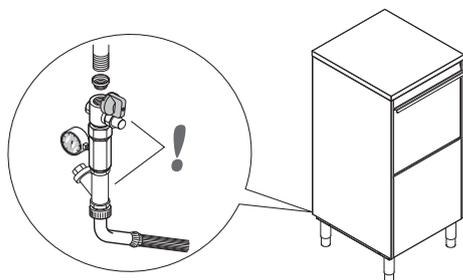

Fig. 6
- Raccorder le tuyau d'alimentation en eau "A" (Fig. 4) de l'appareil au réseau hydraulique. Interposer un robinet, le filtre fourni en dotation et un manomètre (Fig. 6).